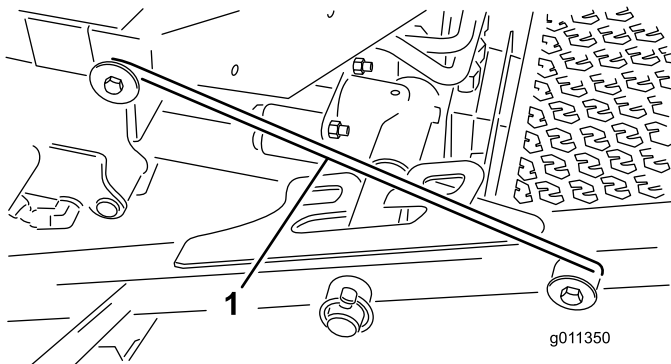

Figure 32
- Dégagez la barre de verrouillage (Figure 32) de son point d'accrochage sur le bâti porteur avant.
- Soulevez l'extérieur des tabliers de coupe avant et placez le verrou sur la goupille du bâti à l'avant de la plate-forme de l'utilisateur (Figure 32).